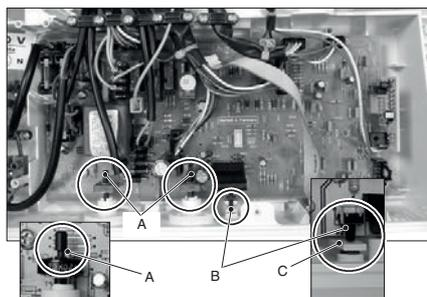

Рис. 4
- 8 Установите соединительные перемычки **A** (Рис. 4) между регулятором и потенциометром. Плотно вдавливать перемычку в регулятор не нужно.
- 9 В процессе крепления схемы контроля винтами убедитесь, что кнопка сброса котла **B** находится в контакте с кнопкой на передней панели управления **C** (Рис. 4).